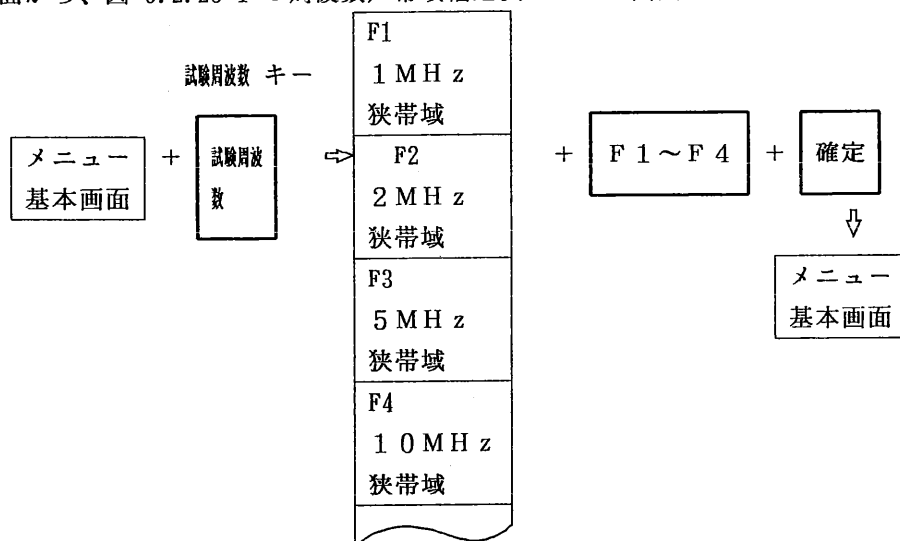

図 6.2.25-1 試験周波数と受信器の帯域幅を狭帯域に選定する場合の操作手順
- ① 機能キー〔試験周波数〕を１回押します。メニューエリアの画面は、メニュー基本画面から、図 6.2.25-1 の周波数／帯域幅選択メニュー画面に変わります。